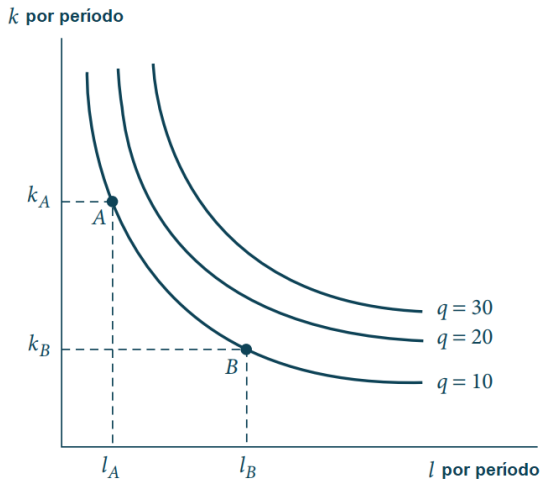

Figura 2. Mapa de isoquantas
- Por exemplo, todas as combinações de K e L que estão sobre a curva rotulada $q = 10$ na Figura 2 são capazes de produzir 10 unidades de produto por período.
- Outras duas isoquantas (para $q = 20$ e $q = 30$) também são mostradas na Figura 2.
- Em um ponto como A na Figura 2, quantidades relativamente grandes de capital podem ser dispensadas se uma unidade adicional de trabalho for empregada—nesse ponto, a TMS é um número positivo alto.
- As isoquantas da Figura 2 têm inclinação negativa e também são convexas, refletindo uma TMS decrescente.